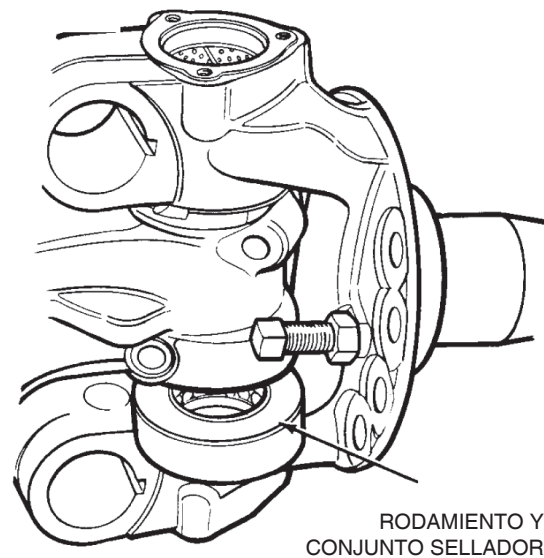

Figura 79
4. Deslice el conjunto del rodamiento y sellador entre el fondo de la viga y la punta de eje. Asegúrese que el sellador esté dirigido a la viga. Figura 79.